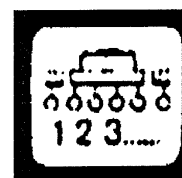

fig.14
4.4.1 De toetsen "zaaielementen uitschakelen" (fig.14)
Door het indrukken van de toets "aantal elementen" (fig.14) zijn alle elementen opnieuw ingeschakeld.